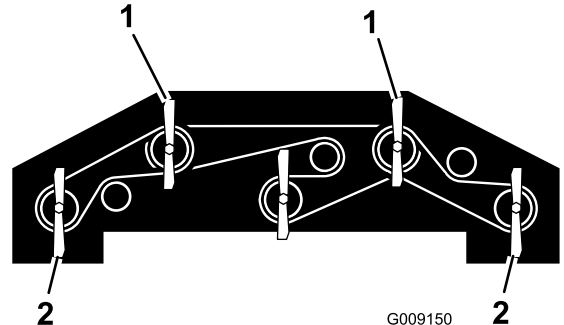

Figure 94
- Tournez les 2 lames avant extérieures et les lames des ailettes pour les pointer vers l'avant (Figure 94).